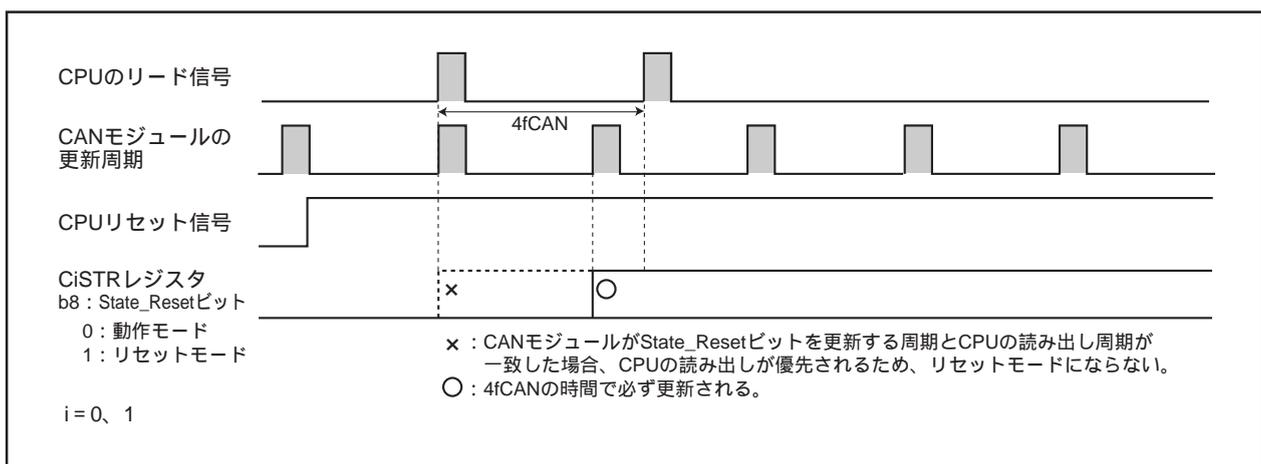

図23.7 CPUのポーリング周期を3fCANより長くした場合
- ・CPUがCiSTRレジスタをポーリングする場合、3fCANより長い周期にする(「図23.7 CPUのポーリング周期を3fCANより長くした場合」参照)。